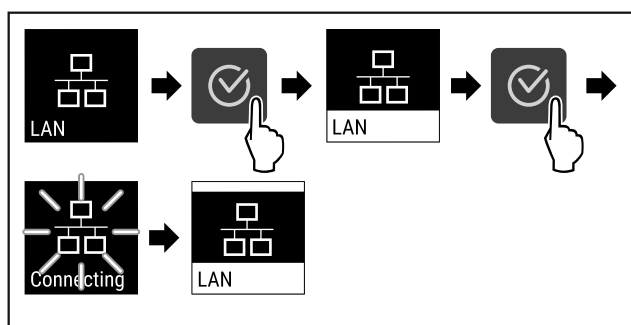

Fig. 91
- ▶ Vykonajte kroky akcie (pozri Fig. 91).